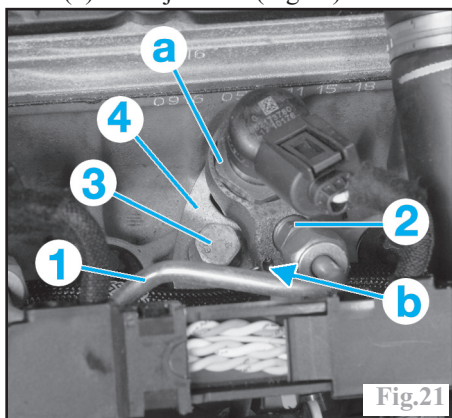

Fig.21
- la pompe d'amorçage (3).
Déposer les canalisations rampe d'injection/injecteurs (1) en maintenant le raccord (2) des injecteurs (Fig.21).